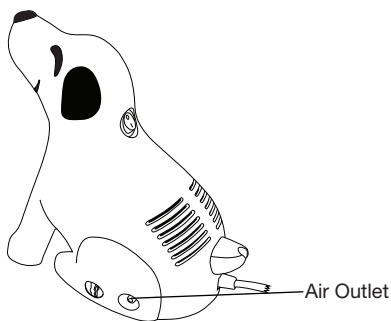

Figura 6-1
9. Conecte un extremo del tubo con firmeza sobre la salida de aire al costado de la unidad del compresor. Es importante empujar el tubo por completo hacia la salida de aire. El tubo está diseñado para encajar perfectamente (Figura 6-1).